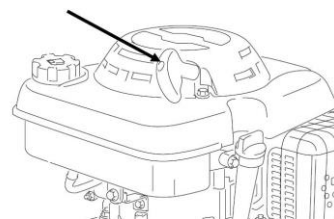

Fig. 5c
- Saisissez la poignée de démarrage (10) et tirez lentement jusqu'à sentir une résistance, puis tirez tout droit rapidement. (Fig. 5c)